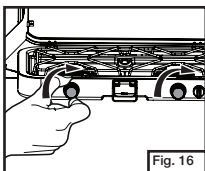

Fig. 16
- Cierre firmemente la válvula del quemador girando a mano en el sentido de las agujas del reloj. (Fig. 16).